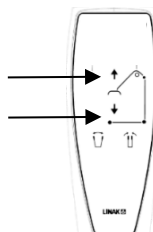

Fig. 1.6G
5. Antes de utilizar pela primeira vez e após cada serviço de inspeção, a caixa de controlo deve ser redefinida; pressione simultaneamente os botões para cima/para baixo no controlo manual (Fig 1.6G). Ver secção 3.1 – Utilização da caixa de controlo.